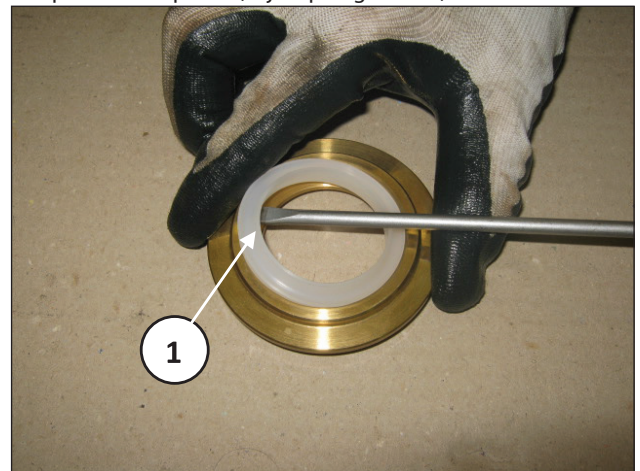

Fig. 124
Agora é possível remover o raspador usando ferramentas simples, conforme indicado na pos. ①, Fig. 124, prestando atenção para não danificar o local.